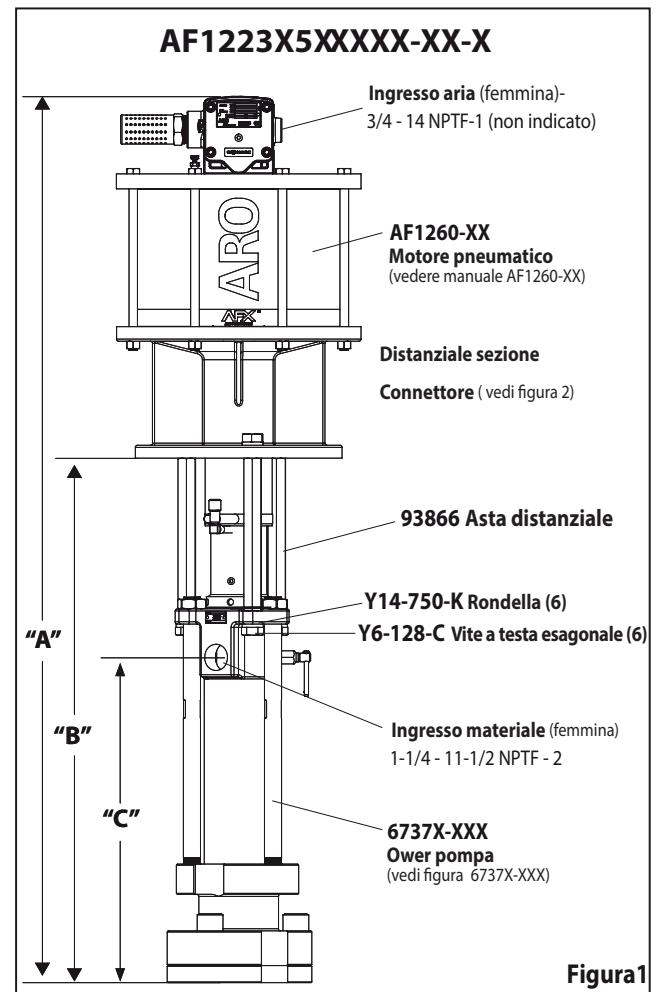

Figura 1
2. Retirer les trois vis (Y6-128-C) et serrure (Y14-750-K) Rondelle da tre aste distanziali (vedi figura 1).